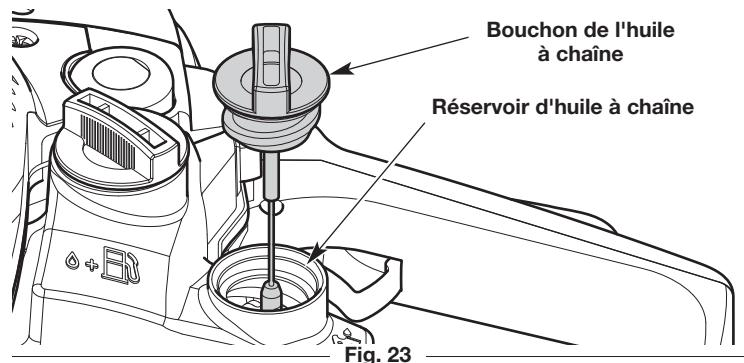

Fig. 23
3. Dévissez le capuchon de l'huile à chaîne (Fig. 23).